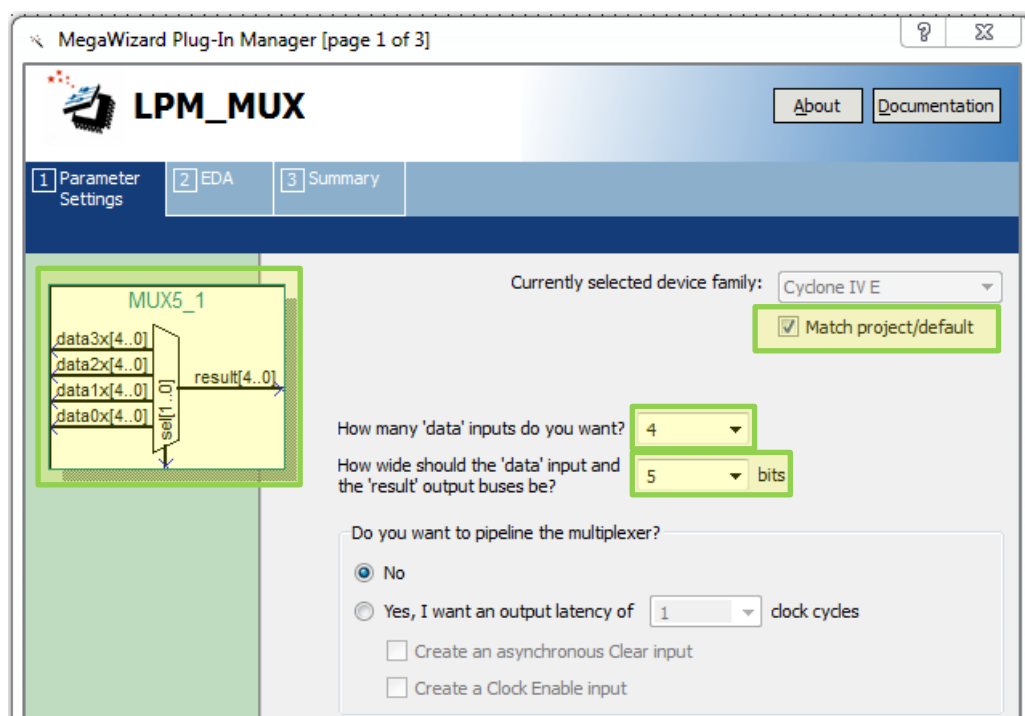

Рис. 11 Окно настройки экземпляра выбранного компонента (page 1)
3.11. В появившемся окне **“MegaWizeded Plug-In Manager [page 1 of 3]”** установите 4 входа разрядностью 5 бит (рис. 11). Выполните **«Next»**.